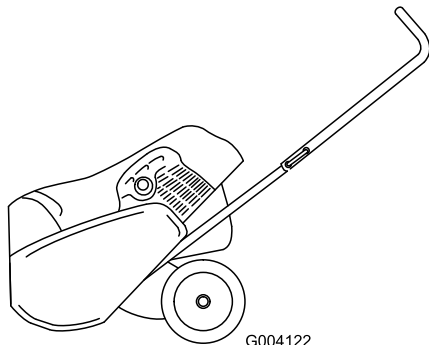

Bild 5
2. Positionieren Sie den oberen Handgriff, siehe Bild 5.